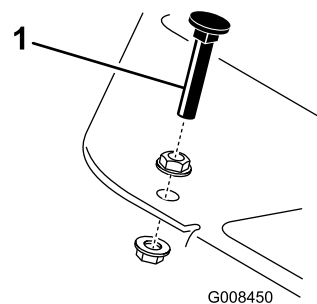

Figure 44
Enfoncez la pédale de déplacement. Si la pédale touche la butée (Figure 44) avant que la tension soit ressentie sur le câble, un réglage est requis.
1. Desserrez les contre-écrous à embase qui fixent la butée de pédale au plancher (Figure 44).